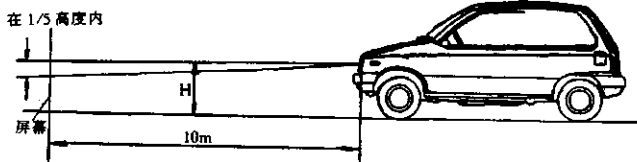

图 4-2-40 垂直光束的调整
(1)检查远光照射最强点或最近点,看其是否在如图 4-2-40 所示范围内。